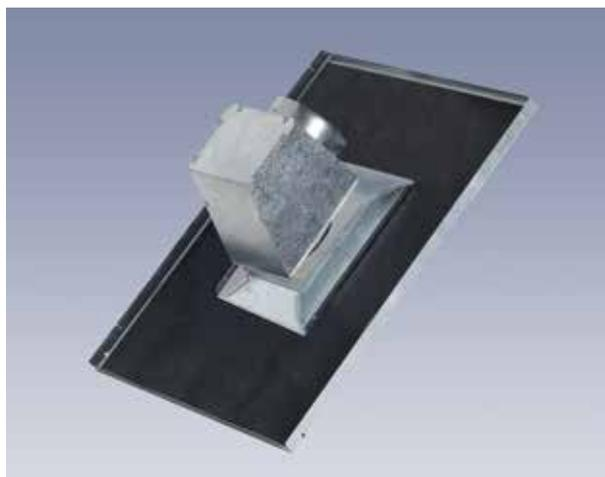

Figure 9: Opticlean avec caisson de raccordement
- caissons de raccordement (figure 9)